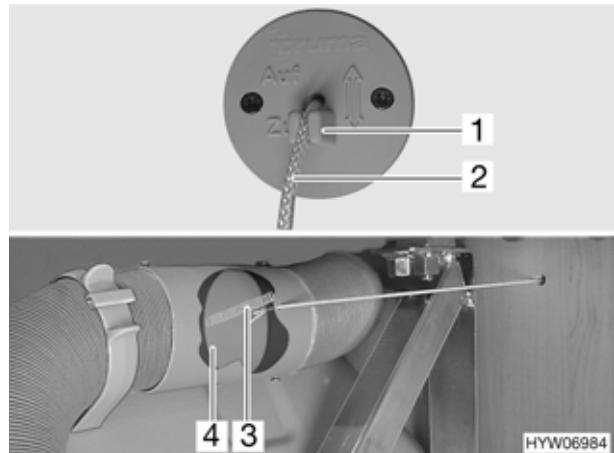

Bild 110 Strangsperre
Die Warmluftverteilung zum Alkoven kann durch die Strangsperre (Bild 110) geöffnet oder geschlossen werden.
- Schnur (Bild 110,2) herausziehen, bis ein leichter Widerstand zu spüren ist, und Schnur in der Klemmung (Bild 110,1) befestigen.
Die Klappe (Bild 110,4) ist geschlossen.
- Schnur (Bild 110,2) aus der Klemmung (Bild 110,1) lösen und langsam zurückführen.
Die Klappe (Bild 110,4) wird durch die Feder (Bild 110,3) geöffnet.